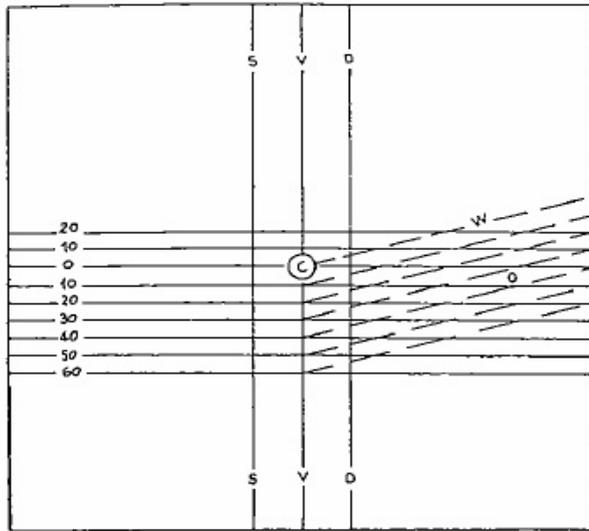

Fig. 34. - Lignes de repère pour le contrôle des phares.
- Le point de croisement de la coupure horizontale avec celle inclinée du faisceau lumineux doit en outre se trouver sur la verticale V-V ou entre les verticales V-V et S-S (voir fig. 34).
- Le contrôle et le réglage éventuel du feu code droit est à exécuter de la même façon que celle qu'on vient de décrire, en se rappelant que le point de croisement de la coupure horizontale avec celle inclinée doit se trouver sur la verticale V-V ou entre les verticales V-V et D-D (voir fig. 34).
- Allumer les feux route et contrôler que le point d'éclairage maximum, reproduit sur l'écran, se trouve sur la verticale V-V ou entre les verticales V-V et S-S (voir fig. 34), sinon agir sur la vis de réglage horizontal du phare jusqu'à ce qu'on obtienne la condition voulue.
- Procéder de la même façon pour le contrôle et le réglage éventuel du feu route droit, en se rappelant que le point d'éclairage maximum doit se trouver sur la verticale V-V ou entre les verticales V-V et D-D (voir fig. 34).